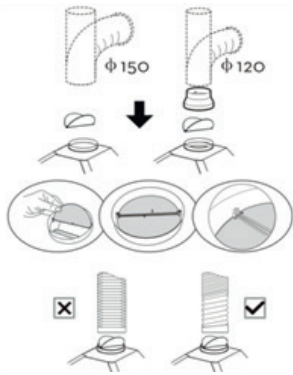

Fig. 4
A. Si dispone de una salida al exterior, la campana extractora se puede conectar como se muestra en la (Fig. 4 A) mediante un tubo (con un diámetro interior de 150 mm).
B. Si no dispone de salida al exterior, puede optar por el modo de recirculación utilizando un filtro de carbón, tal y como se muestra en la (Fig. 4 B). Puede adquirir los filtros en la página web de Taurus. Si se instala de esta manera, los filtros de carbón deben sustituirse cada 3-6 meses, dependiendo del uso.